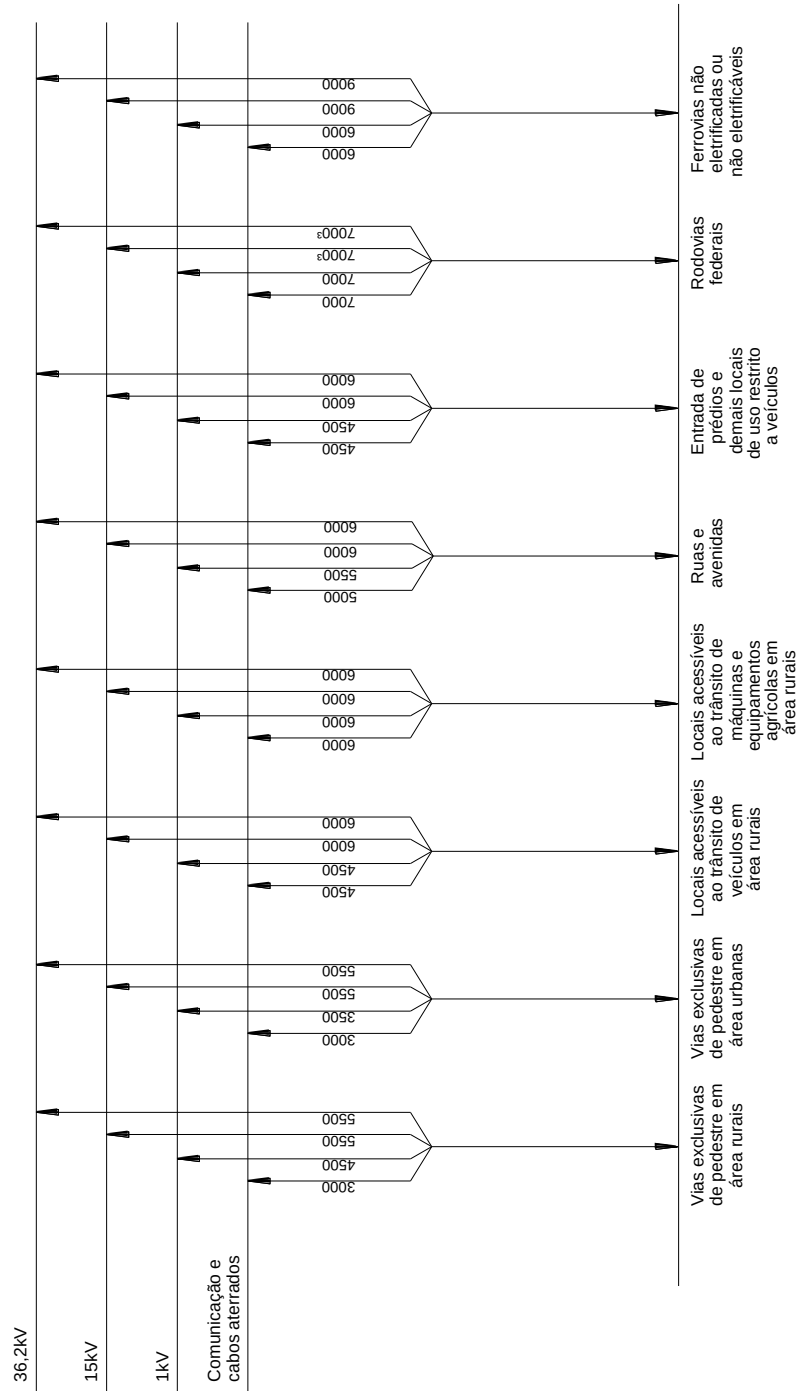

Figura 4 – Afastamentos mínimos – Condutor ao solo
2. A altura mínima  $h$  corresponde a flecha máxima e é indicada na Tabela 4 e Figura 4.
1. A altura  $h$  corresponde a flecha máxima, conforme Figura 4 e Tabela 4;